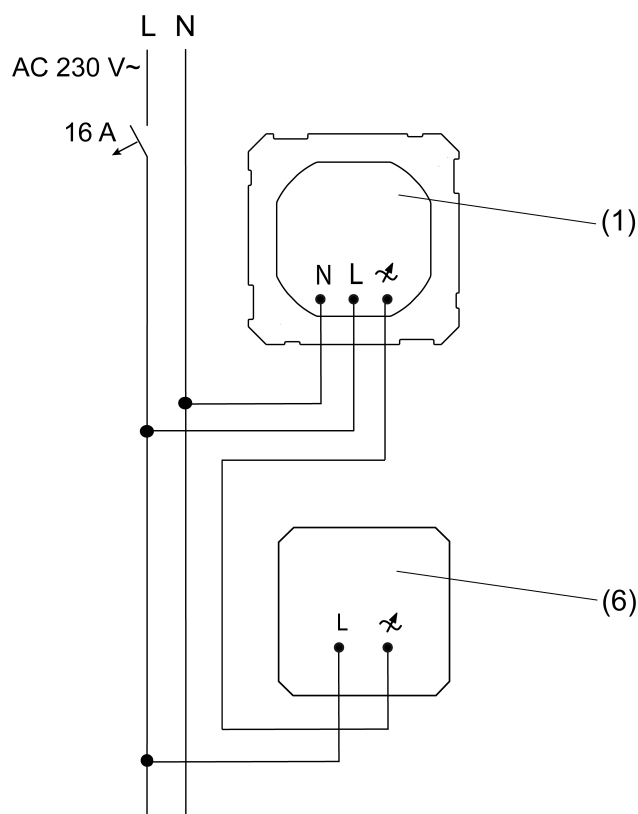
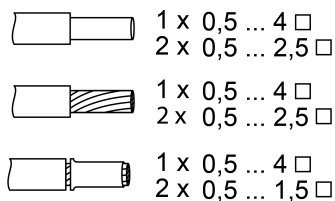

рисунок 2: Для осветительных насадок с регулированием яркости: схема подключения для двухпроводного светодиодного регулятора яркости (6)
рисунок 5: Сечение провода под клемму
-  Соблюдайте сечение провода под клемму (рисунок 5).
- Подключение вставки Plug & Light для скрытого монтажа розетки (1) для насадок с регулируемой яркостью выполняется согласно следующим схемам подключения:
- Светодиодный регулятор света с двухпроводным подключением (6) (рисунок 2)